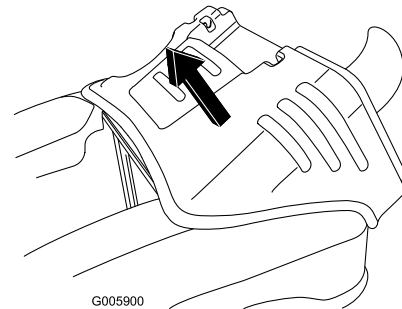

Bild 25
6. Fassen Sie die Motorhaube vorne und hinten an und heben Sie sie vom Rahmen ab (Bild 25).